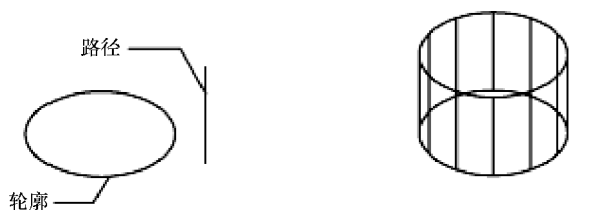

图 12-11 拉伸路径
- 模式 (MO): 控制拉伸对象是实体还是曲面。
- 路径 (P): 指定基于选定对象的拉伸路径。路径将移动到轮廓的质心, 然后沿选定路径拉伸选定对象的轮廓以创建实体或曲面, 如图 12-11 所示。